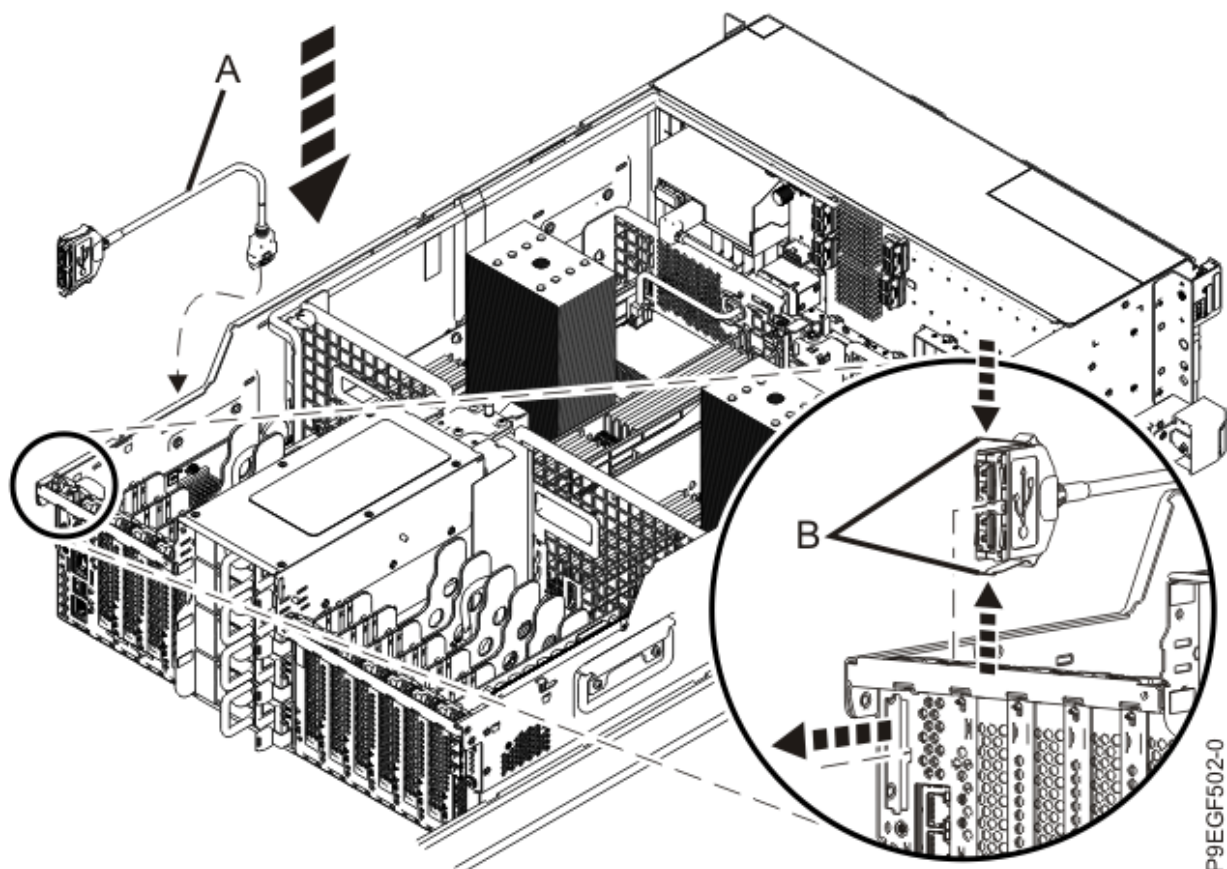

Figure 11. Remise en place du câble USB arrière sur le système
2. Insérez le câble USB arrière **(A)** dans l'ouverture située à l'arrière du système en appuyant sur les taquets **(B)**, comme indiqué à la Figure 11, à la page 14.